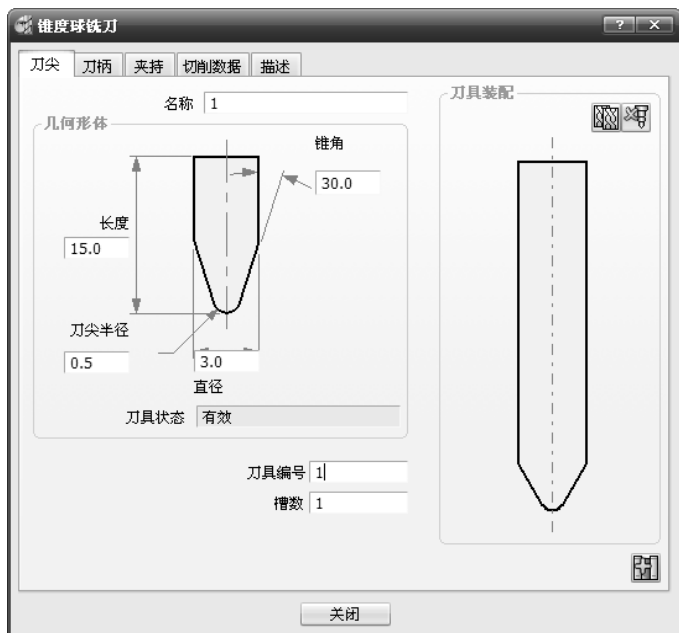

图 2-117 “锥度球铣刀”对话框
4) 创建刀具 R1。在“PowerMILL 资源管理器”中选“刀具”选项，单击鼠标右键，在弹出的快捷菜单中依次选择“产生刀具”→“锥度球铣刀”命令，弹出“锥度球铣刀”对话框，如图2-117所示。